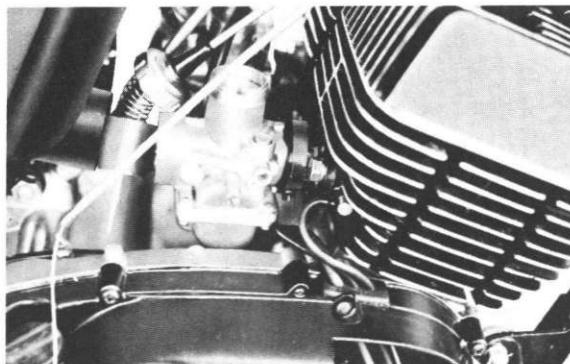

Fig. 4-1-21
19. Loosen the carburetor clamp screws, and then remove the carburetors. Take care during removal not to damage the fuel crossover tube. (Fig. 4-1-21)
19. Desserrer les vis des colliers de serrage des carburateurs et enlever ces derniers. Lors du retrait des carburateurs, éviter d'endommager la conduite d'essence transversale. (Fig. 4-1-21)
19. Klemmschrauben der Vergaser lösen und Vergaser ausbauen. Hierbei ist darauf zu achten, dass die Kraftstoffkreuzungsleitungen nicht beschädigt werden. (Fig. 4-1-21)